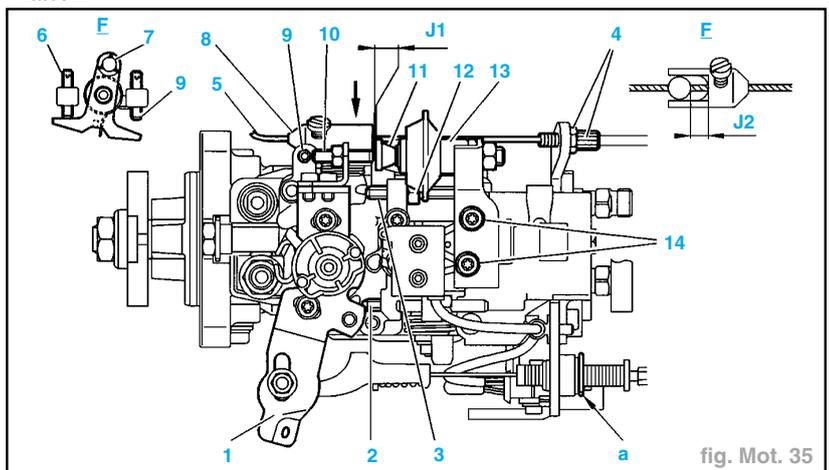

fig. Mot. 35
- Vérifier que le levier (1) est en appui sur la vis-butée (2), sinon modifier la position de l'épingle (a) (fig. Mot. 35).
- Contrôler qu'en position ralenti le levier (1) est en appui sur la butée (3).
- Déposer (fig. Mot. 35) :
- les vis (14),
- le dash-pot (13).
- Desserrer le contre-écrou (12) ; utiliser une douille longue.
- Desserrer la vis-butée (3) de quelques tours, jusqu'à suppression du contact avec le levier (1).
- Régler le régime de ralenti en agissant sur la vis de réglage du ralenti (6) ; utiliser une clé à six pans creux sphérique.
- Placer une cale de **1 mm** entre le levier de charge (1) et la vis-butée (3).
- Agir sur la vis-butée (3) pour obtenir un régime moteur de **795 à 875 tr/mn**.
- Maintenir la vis-butée (3) et serrer le contre-écrou (12).
- Amener le levier (7) en contact avec la vis (9) (fig. Mot. 35).
- Agir sur la vis (9) pour obtenir le régime de ralenti accéléré.